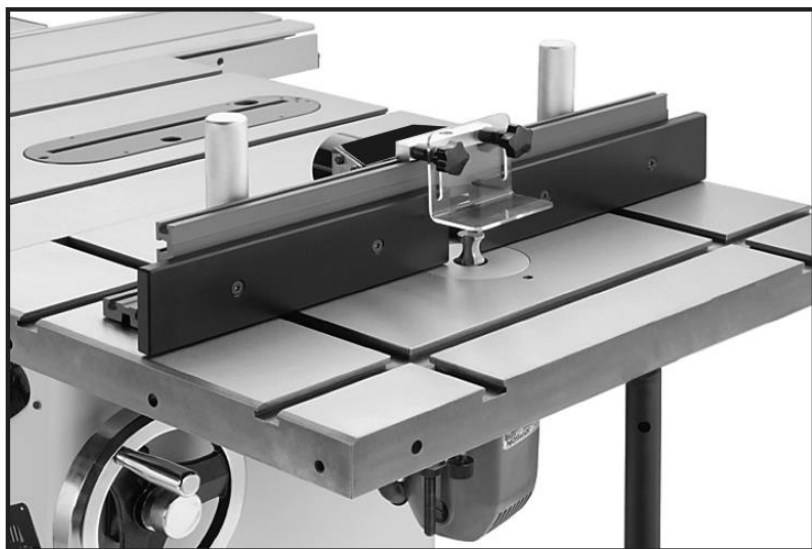

Рис. 14. Пример позиционирования параллельного упора
5. Ослабить рукоятки фиксации параллельного упора, затем переместить параллельный упор в положение, требуемое для конкретной операции, затянуть рукоятки фиксации (см. **рис. 14**).